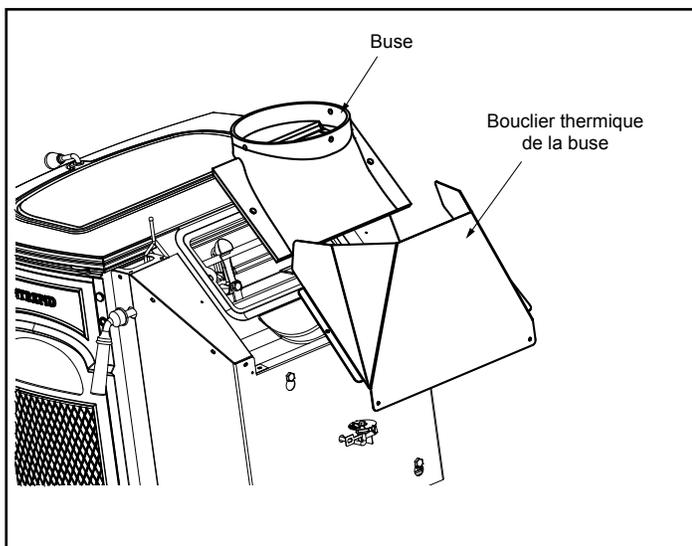

Figure 5.11
1. Enlevez (4) vis à tête cruciforme #10 X 1/2" du bouclier thermique postérieur. Retirez le bouclier thermique. Figure 5.11
2. Enlevez (2) vis à tête bouton de 1/4-20 X 5/8" de la buse. Retirez la buse. Figure 5.11